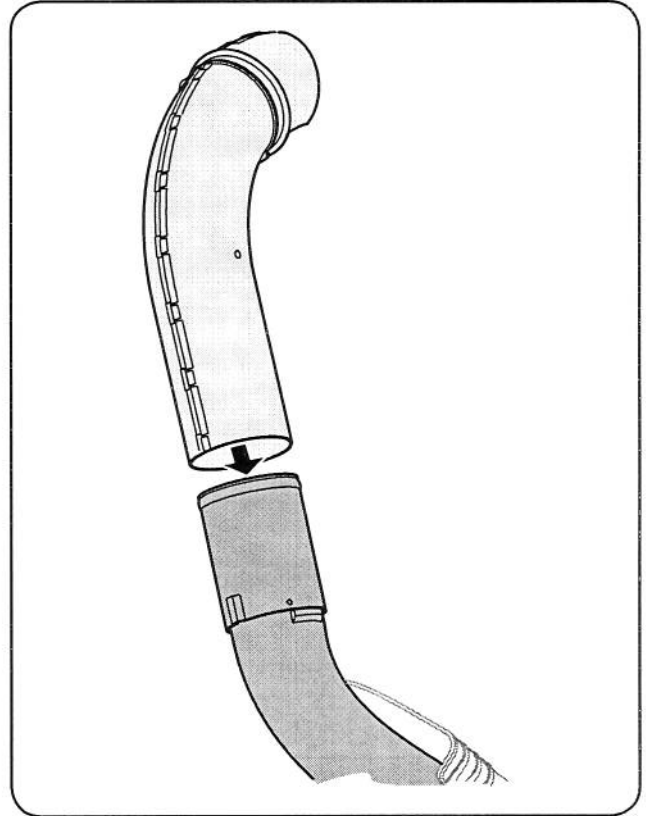
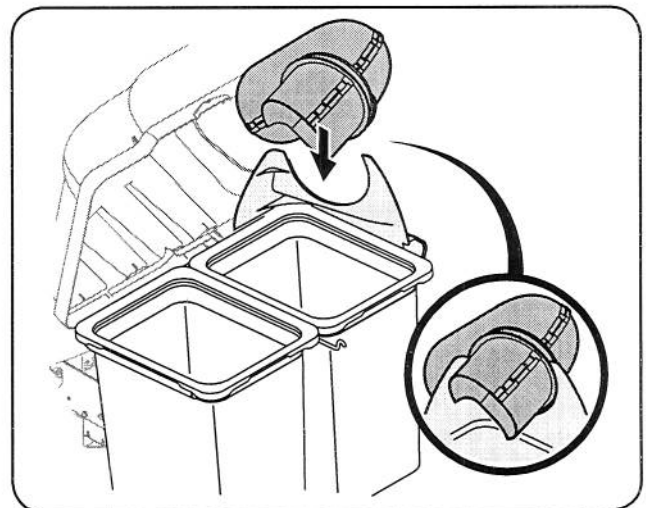

Figure 4-26
Figure 4-27
16. Con la hierba receptor de apertura de la cubierta, instalar la tolva de descarga sobre la cascada de extensión del tubo, como se ve en la Fig. 4-26, y el resto el extremo superior de la tolva de apoyo instalado en el lado derecho de la bolsa de apoyo a la Asamblea. Ver Fig. 4-27.
Nota: La ranura en la parte superior de la tolva se debe alinear con la parte superior de la tolva de apoyo, como se ve en el recuadro de la Fig. 4-27.